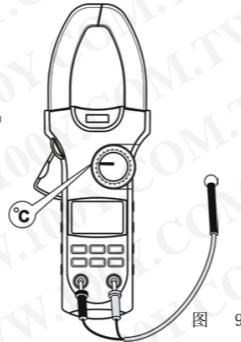

图 9
① 波峰因素1.4~2.0，则准确度为需加1.0%
② 波峰因素2.0~2.5，则准确度为需加2.5%
③ 波峰因素2.5~3.0，则准确度为需加4.0%
7. 温度测量℃ (仅UT208A, 见图9)